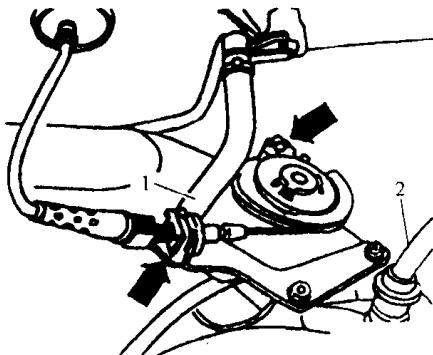

图 1-15 松开节气门拉索
(17) 松开节气门拉索，如图 1-15 箭头所示。
(18) 拔下通向活性炭罐电磁阀的真空管 1，见图 1-15 所示。
(19) 拔下通向制动助力装置的真空管 2，见图 1-15 所示。
(20) 拔下位于发动机底部通向暖风热交换器的冷却液管子。